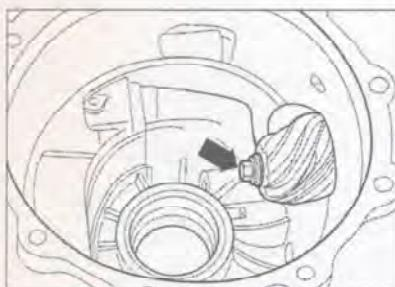

Рис. 7.150. Вверните болт М10x40 в ведущую шестерню (стрелка) и прокрутите вторичный вал на 8 оборотов.
22. Вверните болт M10x20 в ведущую шестерню (стрелка) и прокрутите вторичный вал на 8 оборотов (рис. 7.150).
31. Вверните болт М10x20 в ведущую шестерню (стрелка) и прокрутите вторичный вал на 8 оборотов (рис. 7.150). Выкрутите болт.